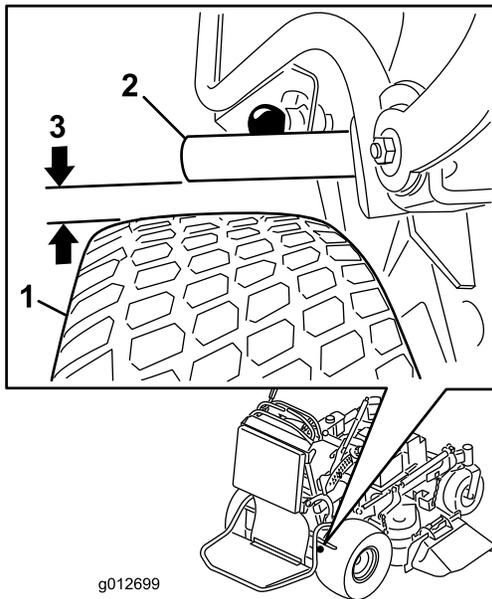

図 63
4. ブレーキを解除した状態で、ブレーキ・バーとタイヤとの距離を測る。この距離が5～8 mmであれば適正である（図 63）。調整が必要な場合には、「駐車ブレーキの調整」の項を参照。
5. ヨークを調整する。ブレーキ・バーとタイヤとの距離が5～8 mm あることが必要である。ブレーキをきつくするには、ヨークを上移動させる。ブレーキを弱くするには、ヨークを下移動させる（図 63）。